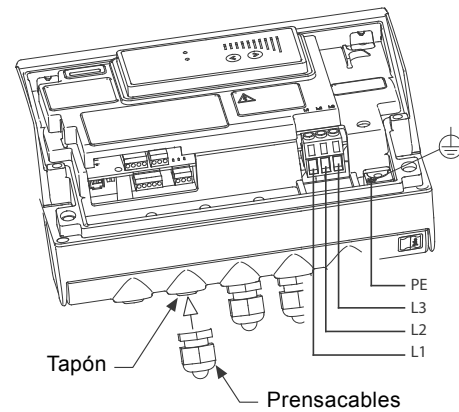

Fig. 36 Extracción del tapón y conexión del prensacables a la caja de terminales
- a. Retire los tapones de las cajas de terminales de los motores MLE empleando un destornillador de punta plana. Consulte la fig. 36.
- b. Enrosque prensacables nuevos en las cajas de terminales de los motores MLE empleando una llave inglesa. Consulte la fig. 36.
- i. Apriete el casquillo del prensacables para fijar el cable. Consulte la fig. 36.